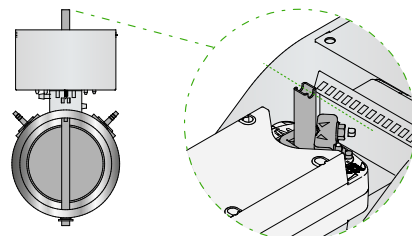

Abb. 27. Klappenblattstellung „Normalerweise geschlossen“.
3. Vergewissern Sie sich, dass Klappenblattstellung korrekt ist, siehe Abbildung 27 oder 28. HINWEIS! Die Wellenklammer ist an einer runden Klappe immer mit der oben angezeigten Ausrichtung montiert.